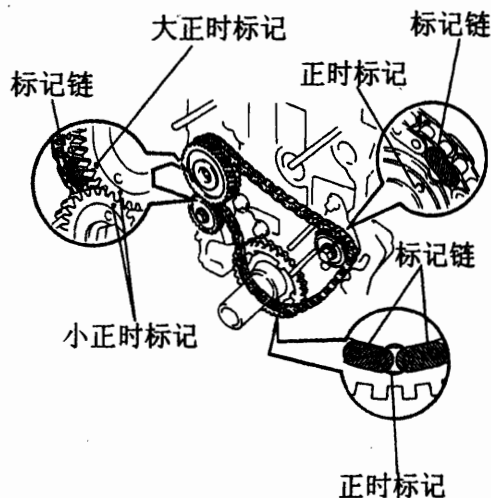

图 7-1-2
(2) 如图 7-1-2 所示, 检查各个正时标记是否和相应的标记链匹配。